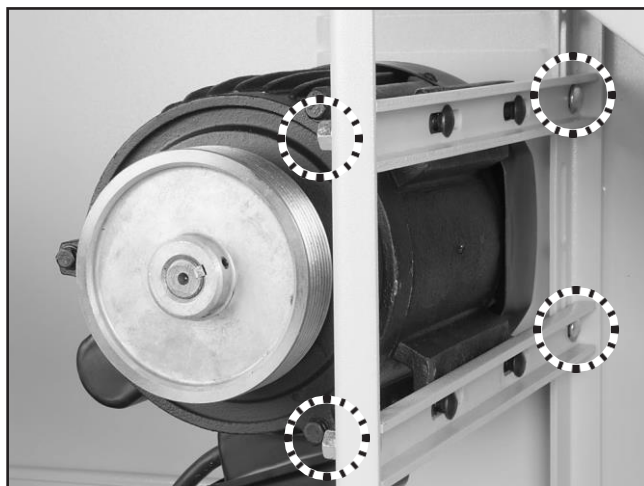

Рис. 44 Болты каретки для крепления двигателя.
2. Ослабьте болты каретки, крепящие монтажные кронштейны двигателя (см. рис. 44).